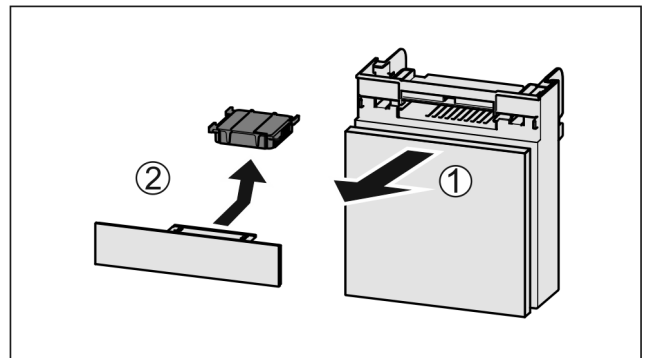

Fig. 172
- Lade vanaf de voorkant eruit trekken Fig. 172 (1).
- Actiefkoolfilter verwijderen Fig. 172 (2).